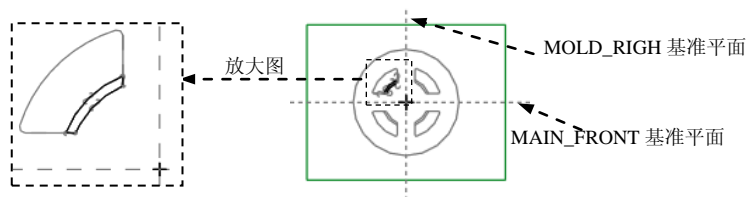

图 18.17 截面草图
(4) 进入草绘环境后, 选取 MOLD_RIGHT 基准平面和 MAIN_FRONT 基准平面为草绘参考, 利用“投影”命令绘制图 18.17 所示的截面草图 (参考录像选取)。完成特征截面的绘制后, 单击“草绘”操控板中的“确定”按钮 。